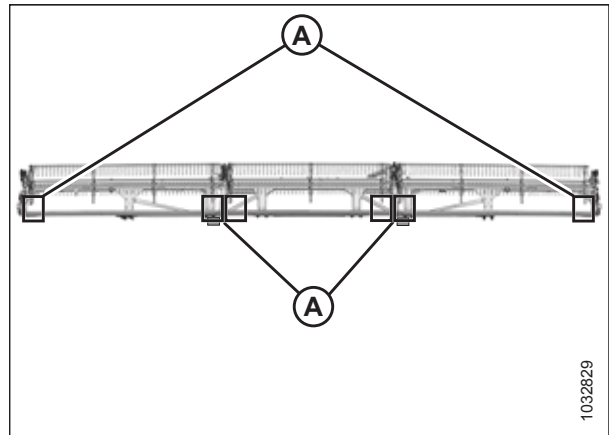

Figura 5.303: Ubicaciones de medición FlexDraper®: molinete triple
- Figura 5.303, página 584: molinete triple